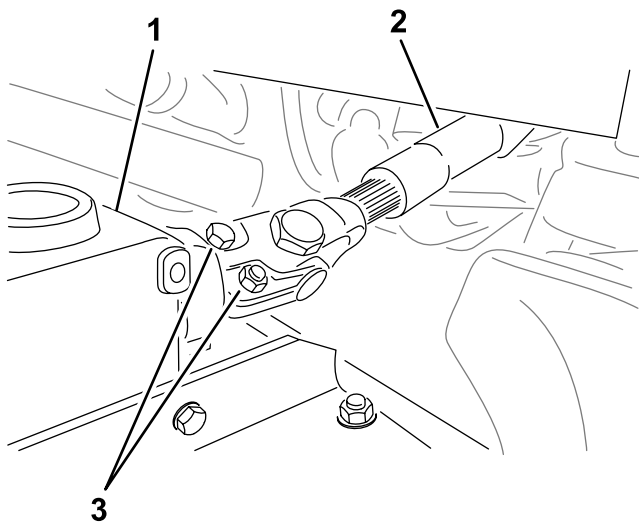

Рисунок 17
3. При установке вала механизма отбора мощности на редуктор установите каждую пару болтов (5/16 x 2 дюйма) и гаек (5/16 дюйма) в противоположных направлениях относительно друг друга (Рисунок 17) и затяните гайки с моментом 40 Н·м.